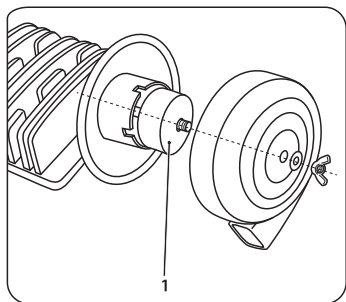

рис. 12
Необходимо снять фильтр (1) поступающего воздуха и заменить или очистить сжатым воздухом фильтрующий элемент (рис. 12). Мелкие твердые тела или пыль, попавшие в цилиндры компрессора, могут нарушить его работоспособность или сократить срок службы. Запрещается включать компрессор без всасывающего фильтра.